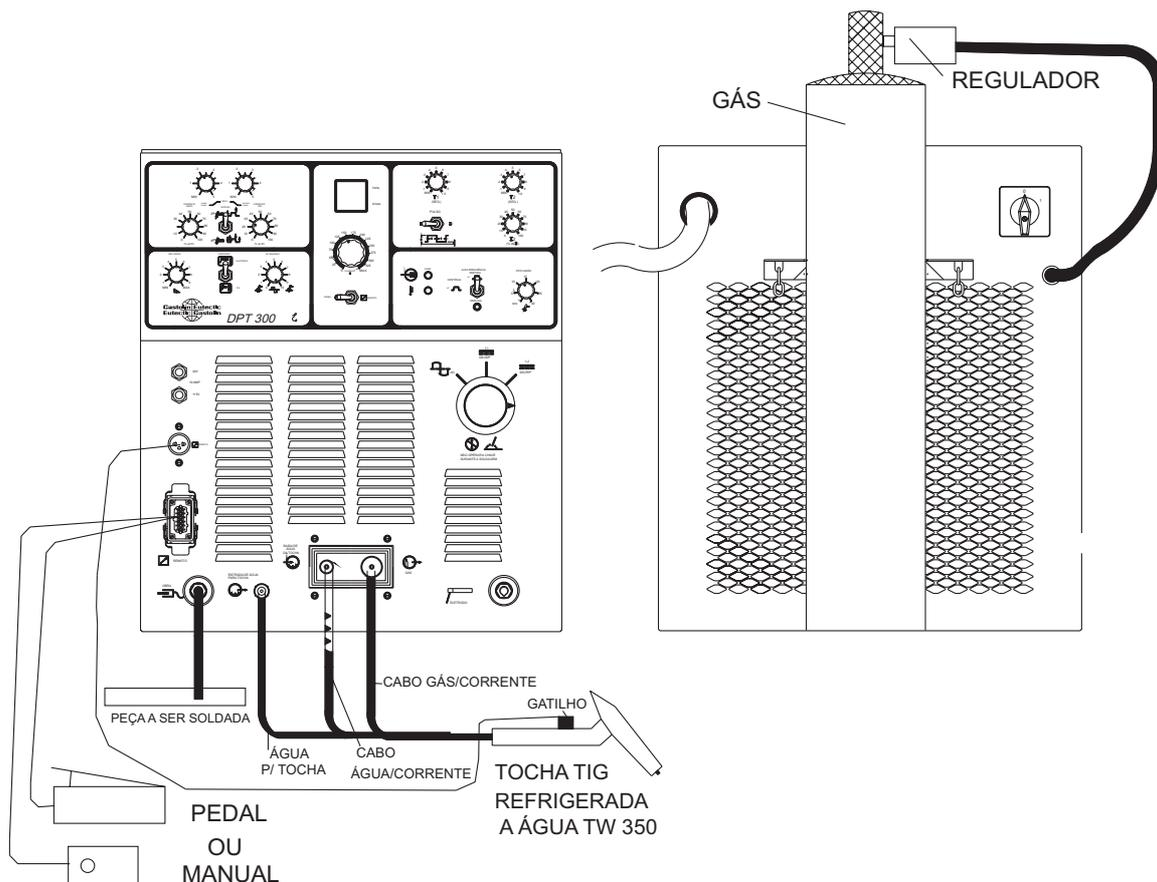

Figura 12 - Circuito de soldagem para soldagem com tocha refrigerada a água.
1 Conectar o cabo obra, a tocha TIG e os acessórios conforme a figura 11 ou figura 12 com a chave liga/desliga (30) do painel traseiro desligada.